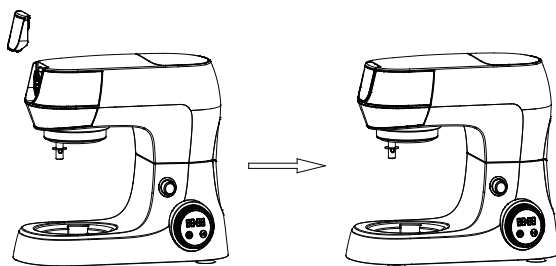

Рисунок 1
2. Убедитесь, что на гнезде для мясорубки (12) установлена защитная крышка (11) (см. рис. 1).